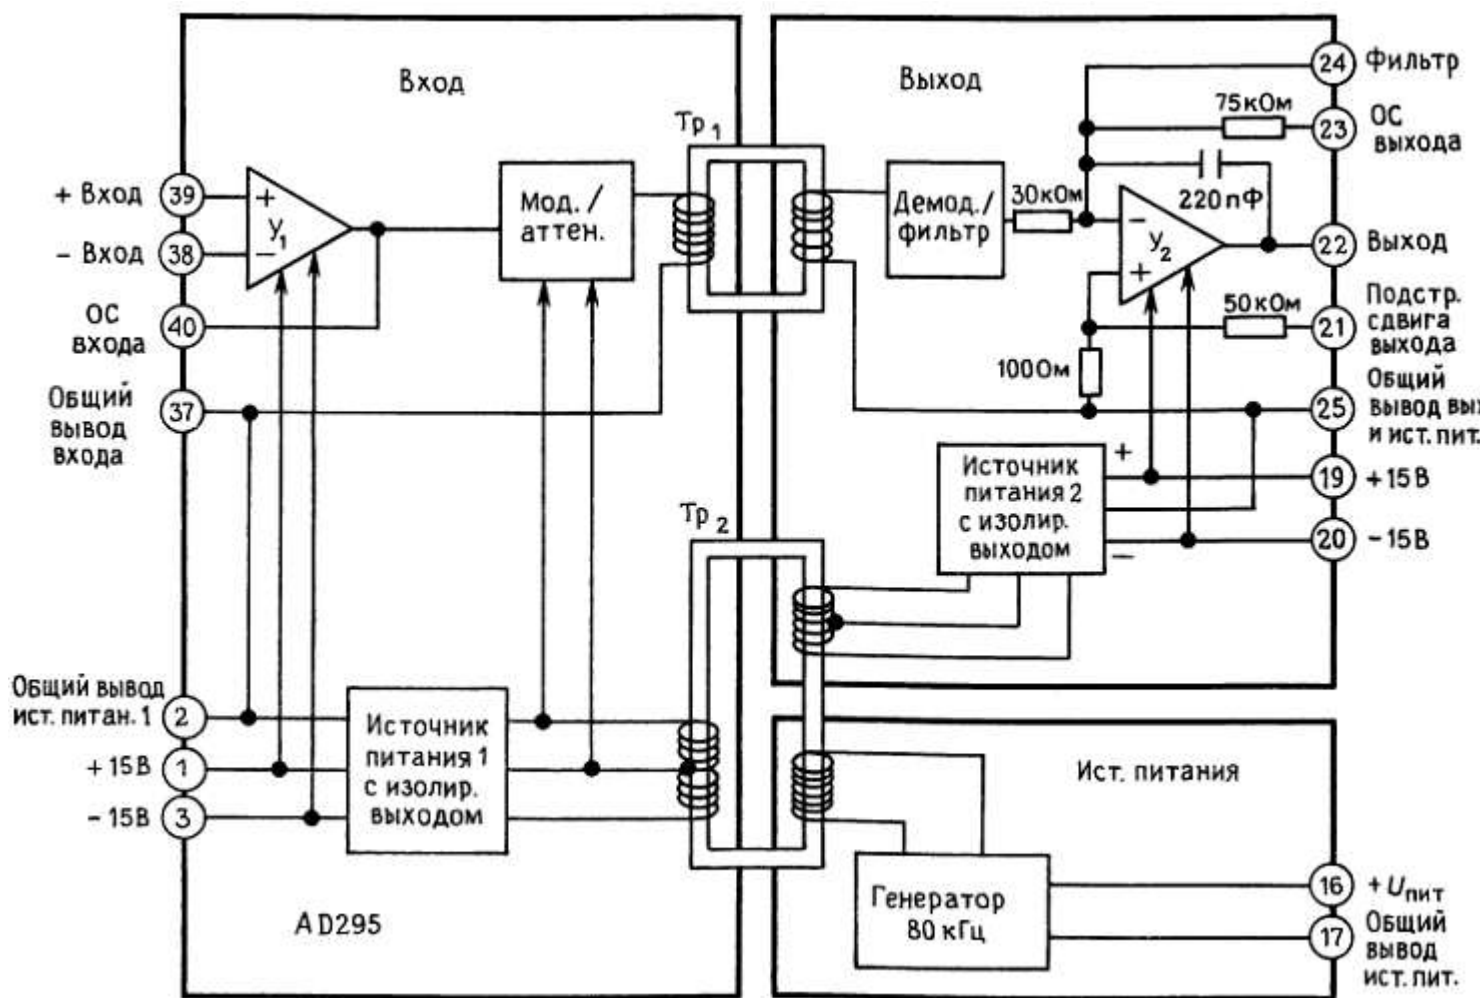

Рис. 7.76. Изолирующий усилитель AD295 с трансформаторной связью. (Analog Devices).
1. Трансформаторная изоляция (развязка) несущего сигнала высокой частоты, подвергнутого частотной или широтно-импульсной модуляции относительно узкополосным сигналом (с частотой от 0 до 10 кГц или около того), который необходимо изолировать (рис. 7.76).